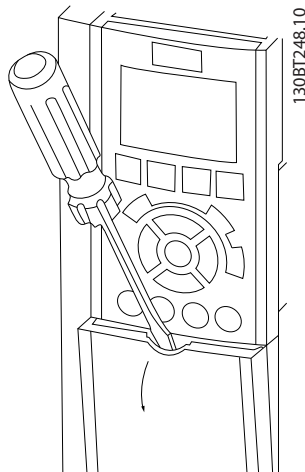
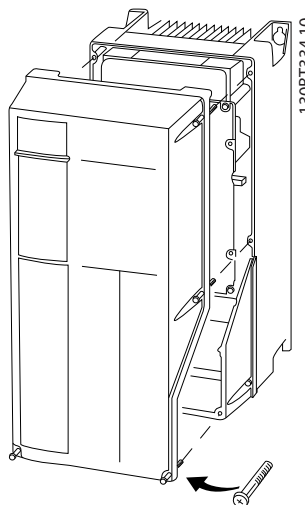

Abbildung 4.4 Zugang zur Verkabelung bei Gehäusen der Schutzarten IP20 und IP21
Abbildung 4.5 Zugang zur Verkabelung bei Gehäusen der Schutzarten IP55 und IP66
- Entfernen Sie die Abdeckung mithilfe eines Schraubendrehers (siehe *Abbildung 4.4*) oder durch Lösen der Befestigungsschrauben (siehe *Abbildung 4.5*).